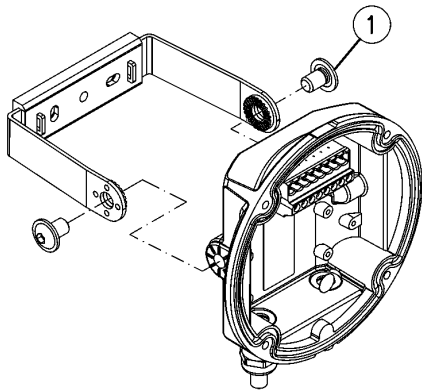

Abb. 23: Meldersockel MX5000 Bügelmontage
3. ➤ Bügel mit beiliegenden Bügelschrauben (Abb. 23/1) am Meldersockel verschrauben. Die Kabeleinführungen des Meldersockels sollten nach unten ausgerichtet sein.